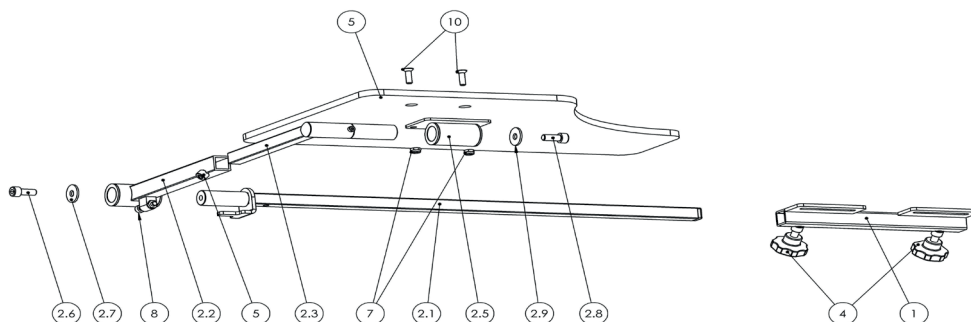

Bild 4: montering, höger (TP300-KLP-3)
2. Bordets stavar (2) tas bort från hållaren (1).
4. Bordsskivan (3) tas bort från stängerna.
5. Skruvarna 2.6 och 2.8 tas bort helt och låsskruven (5) lossas. Efteråt kan stängerna demonteras till delarna 2.1, 2.2, 2.3 och 2.4.
6. Delarna 2.1, 2.2, 2.3 och 2.4 av stavar sätts sedan ihop med tanke på bild 4 och skruvarna 2.6 och 2.8 dras åt ordentligt. Den svängbara armens teleskop måste fixeras lätt med hjälp av låsskruven (5).
7. Anslut bordsskivan med stängerna med hjälp av skruvar (6) och muttrar (7).